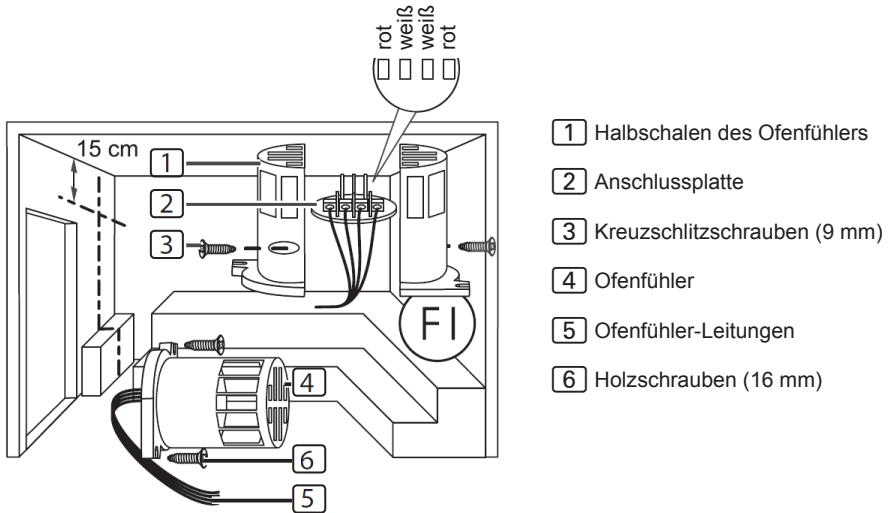

Abb.4 Montage des Ofenfühlers (F1)
Zur Montage des Ofenfühlers führen Sie folgende Schritte durch (siehe **Abb.4**):
3. Klemmen Sie die vier Anschlüsse der Ofenfühler-Leitung **5** gemäß der **Abb.4** an.
4. Legen Sie die Anschlussplatte **2** quer (wie in **Abb.4** gezeigt) in die Halbschalen des Ofenfühlers.